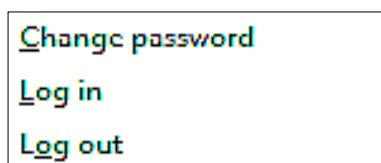

Рисунок 12.
2. Нажмите Log out во всплывающем окне (см. рисунок 12). В схеме логина пользователя By level (по уровню), ваш уровень доступа автоматически сменится на оператора.